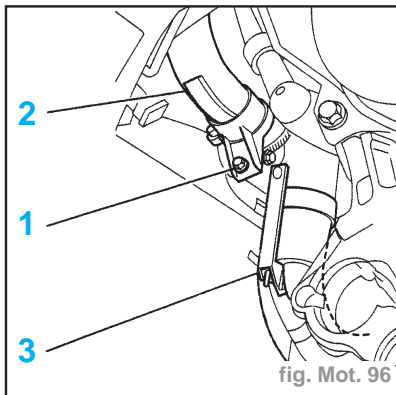

fig. Mot. 96
- Déposer la vis (1) (fig. Mot. 96).